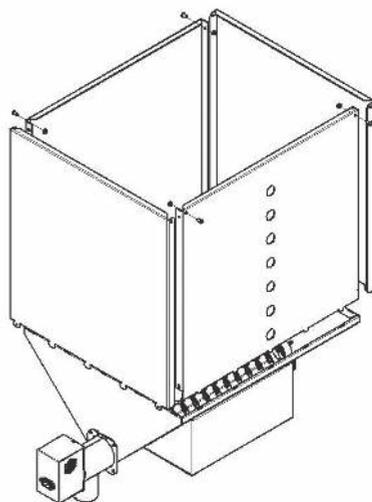

Рисунок 6
8. Переднюю стенку бункера со смотровыми отверстиями установить стороной удобной для визуального контроля уровня топлива. Установите стенку в пазы и зафиксируйте её с боковой стенкой винтовым соединением (М6Х12, шайба и гайка М6), не затягивая гайку до конца (Рис. 6).